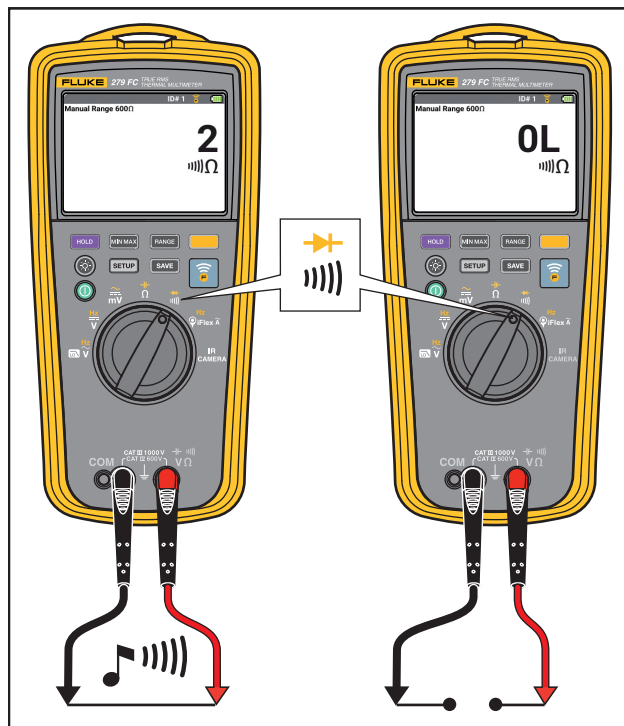

Figure 9. Contrôles de continuité
- Test de continuité. Voir la Figure 9.
Le contrôle de continuité utilise un signal sonore qui retentit lors de la détection d'un circuit fermé. Le signal sonore permet d'effectuer des contrôles de continuité sans avoir à observer l'affichage. Voir la Figure 9.